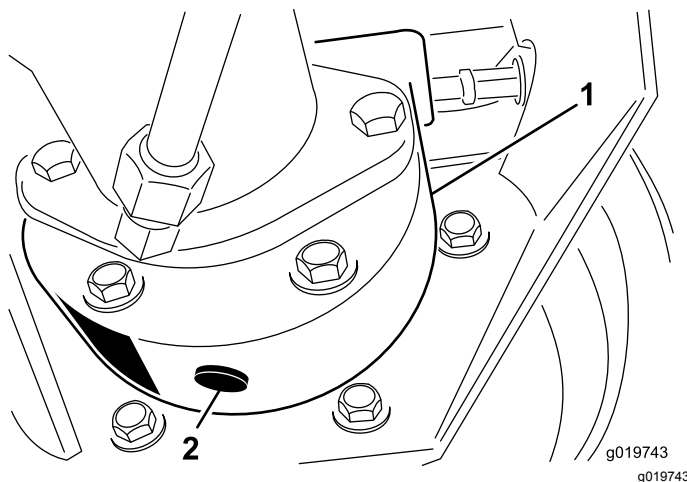

Figura 68
3. Coloque o recipiente de escoamento por baixo da estrutura do travão, retire o tampão e deixe o óleo escorrer para o recipiente (Figura 68).